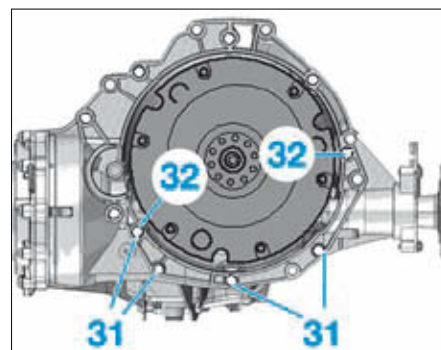

FIG. 26
- Déposer les 4 vis inférieures (31) de boîte de vitesses (Fig.26).